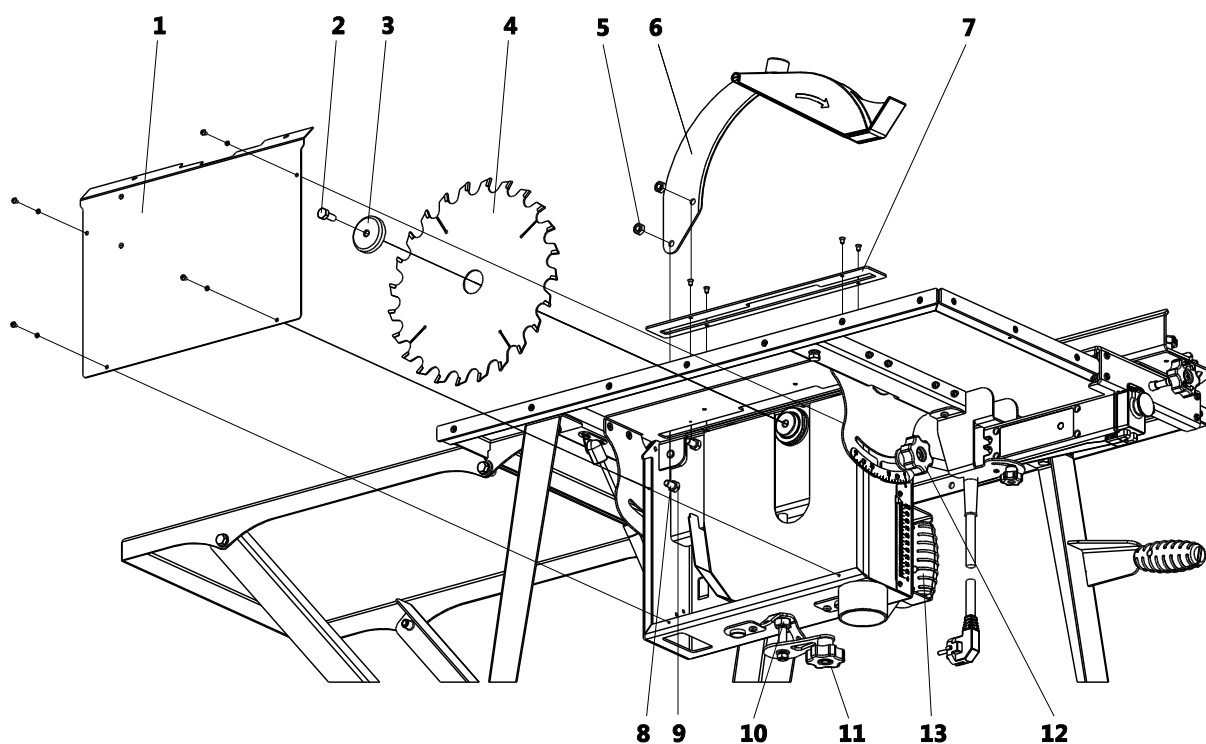

Рисунок 4. Установка расклинивающего ножа, ограждения и пильного диска
6.1.1 Установка расклинивающего ножа, ограждения и пильного диска (рис. 4)
7.1.2 Установка глубины пропила (рис. 4)
7.1.3 Установка угла наклона пильного диска (рис. 4)
- установить дисковую фрезу и прижать обратной стороной фланца 3 и зафиксировать болтом 2 (рис. 4);